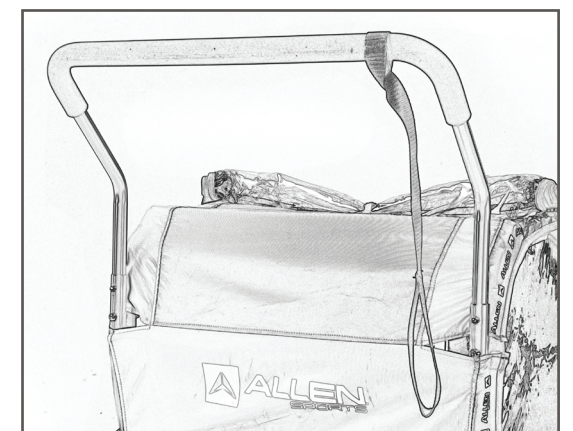

図36
10. イメージのように、リスト・ストラップをハンドルバーに巻き付けてください(図36)。子供をストローラーに乗せて押す際は、必ず安全リスト・ストラップを使用してください。この特性により、落下や不意の注意散漫時でもトレーラーを制御し続けることが可能になります。